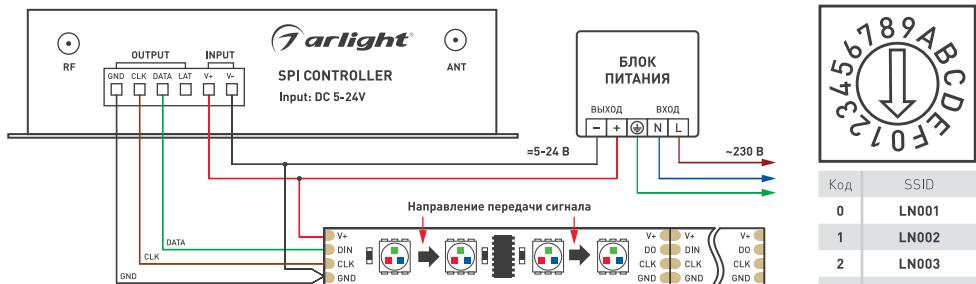

Рис. 2. Подключение светодиодной ленты с двумя управляющими сигналами (DATA и CLK).
- Подключите общий провод GND и сигнальные провода DATA и CLK от входа светодиодной ленты к выходу контроллера (Рис. 2). Многие микросхемы не используют сигнал CLK. Ленты с такими микросхемами подключаются по схеме на Рис. 3.